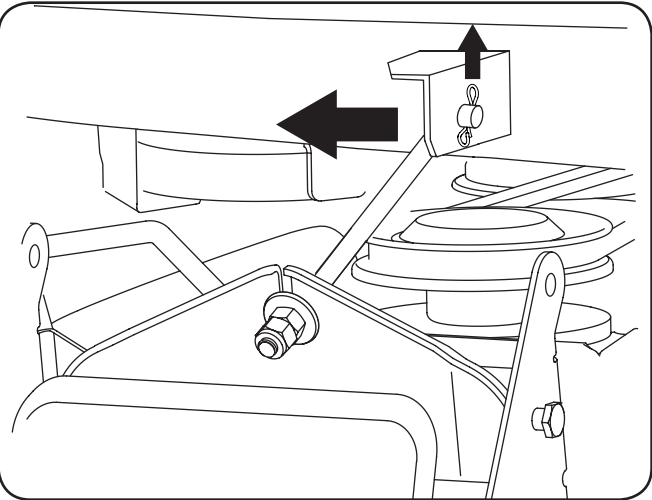

Figure 7-2
- 7. Dégagez la goupille fendue de l'extrémité de la tige de stabilisation et dégagez celle-ci du support d'accrochage du plateau de coupe. Voir la Figure 7-2.